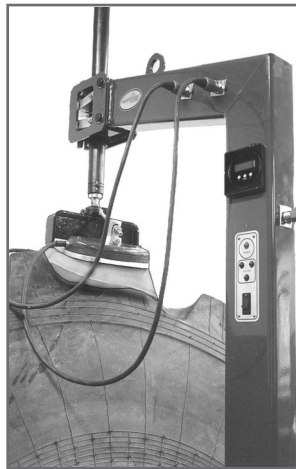

рис. 14
- Наладку и установку вулканизатора на шину произвести так же, как при ремонте беговой дорожки шин (рис. 14 и 15).